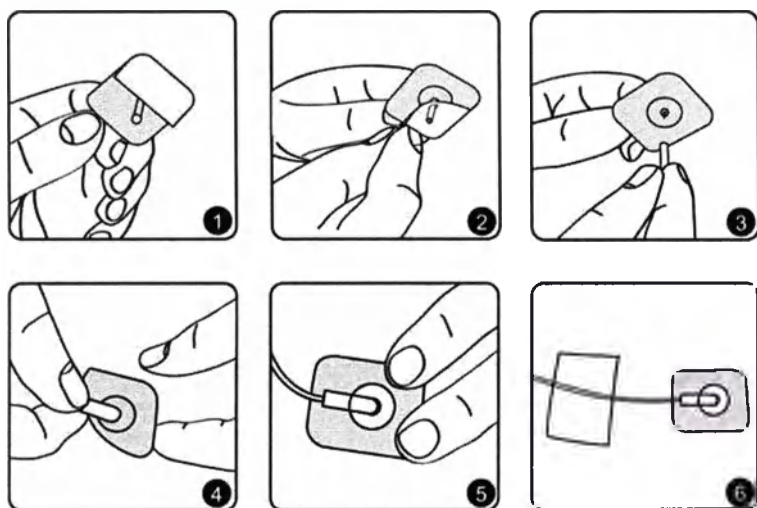

Рис.40.
7. Далее последовательность этапов установки инфузионного набора EasyRelease к телу показана на Рис.40 (пп.1-6).